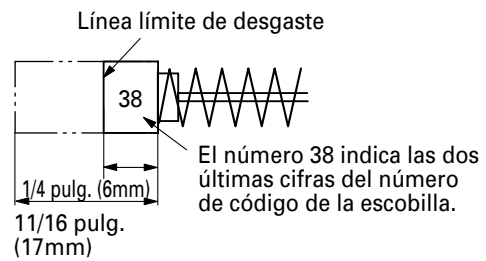

Fig. 36
3. Inspección de las escobillas (Figs. 36 y 37)
Por lo tanto, inspeccione periódicamente las escobillas y reemplácelas cuando se hayan desgastado hasta la línea límite mostrada en la Fig. 36.